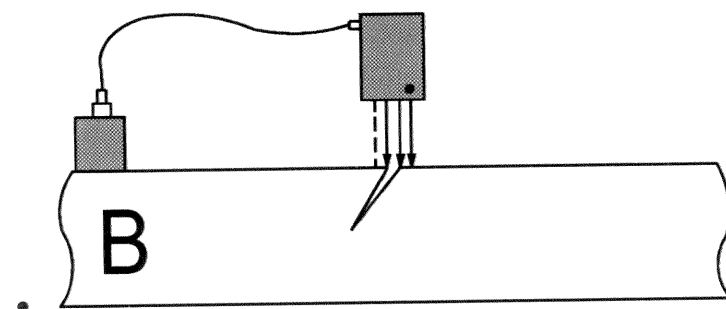

Fig. 10: セットアップ B : 1 回目の割れ測定
- Fig.10(セットアップ B)の如く配置します。その時、割れはプロブの電圧測定ピンの内側になるようにします。この時も、電流印加ピン（赤点付き）は外設磁極付き電極の反対側になるように配置します。